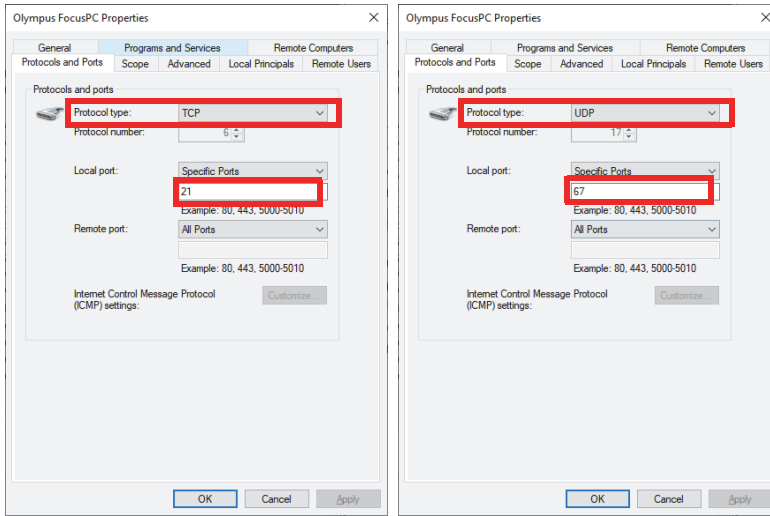
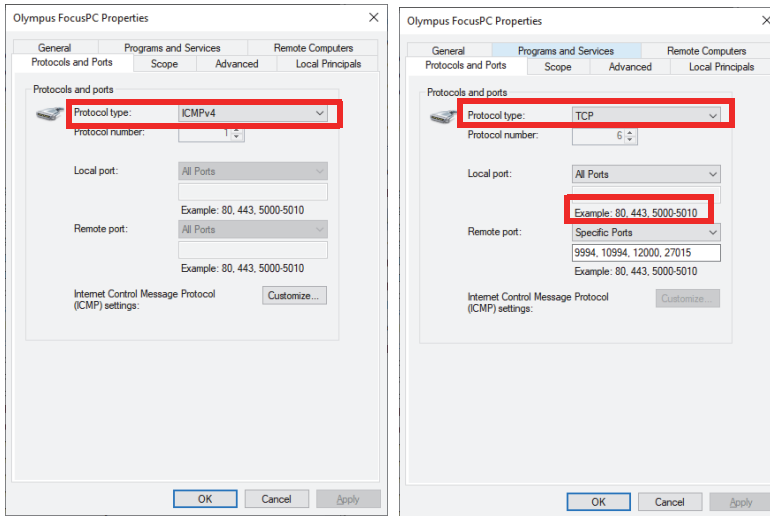

Abbildung 1-13 Protocol type - Inbound rule TCP 21 und UDP 67
Abbildung 1-14 Protocol type - Outbound rule ICMPv4 und TCP
7. Konfigurieren Sie den Port mit den in Abbildung 1-13 auf Seite 36, Abbildung 1-14 auf Seite 36 und Abbildung 1-15 auf Seite 37 gezeigten Parametern.